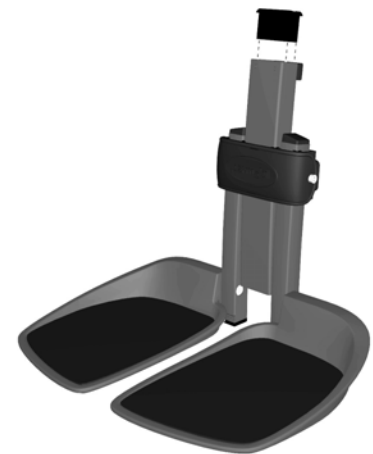

Abbildung 124. Gleitbuchse im unteren Abschnitt der Beinstütze.
1. Befestigen Sie die Gleitbuchse im unteren Bereich der Beinstütze. Stellen Sie sicher, dass die Verschlusslaschen an der Buchse sicher in der Öffnung der Beinstütze fixiert sind. Siehe Abb. 124.